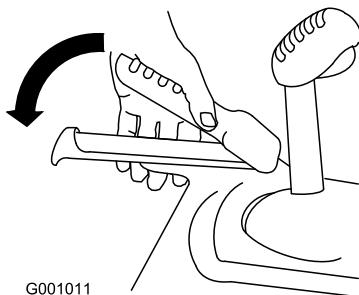

Bild 10
3. Drücken Sie den linken Hebel (Fahrantrieb) zum Handgriff (Bild 10).
- Drücken Sie den linken Hebel (Fahrantrieb) zum Handgriff (Bild 10).